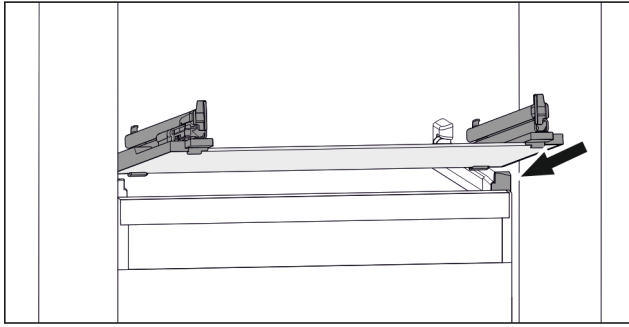

Fig. 98 Примерное отображение стеклянной пластины
- ▶ Наклоняя вниз, установите стеклянную пластину за стопоры. (см. Fig. 98)